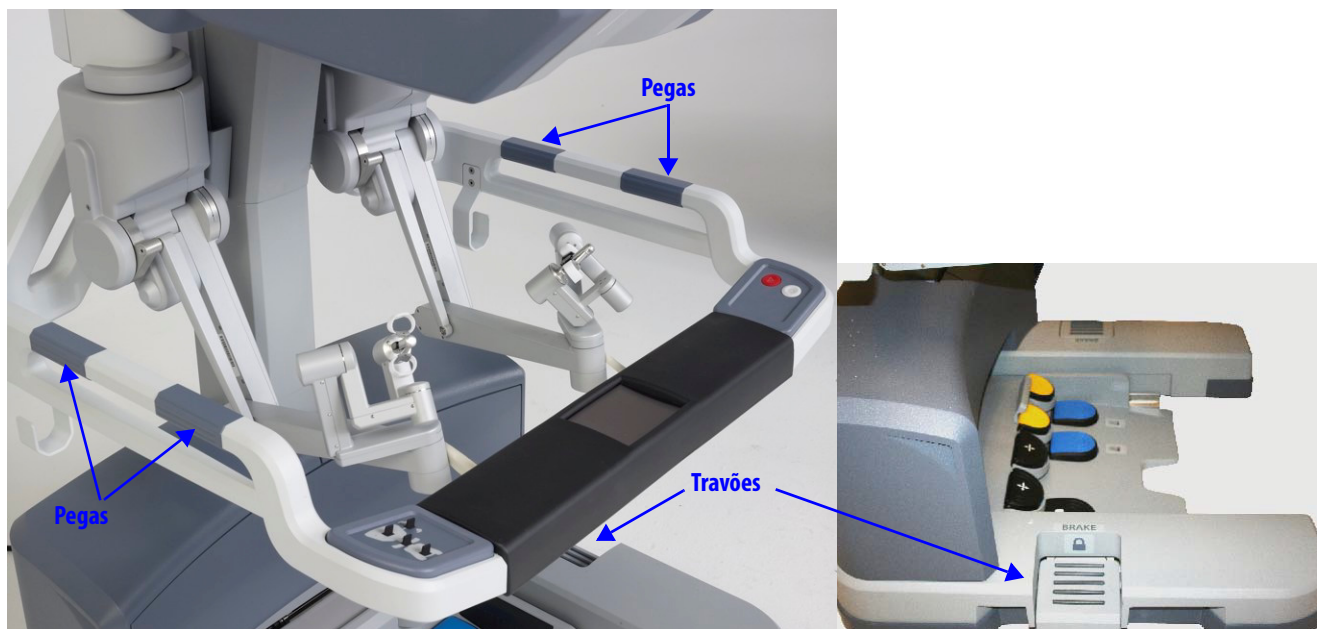

Figura 3.3 Pegas e travões da Consola do Cirurgião
A Consola do Cirurgião é colocada no exterior do campo esterilizado. Utilize as pegas situadas em qualquer um dos lados da Consola do Cirurgião (Figura 3.3) para fins de movimento ou posicionamento. As etiquetas dizem “EMPURRAR” perto das pegas para empurrar ambos os lados.
- Os travões (indicados pela etiqueta “TRAVÃO”) encontram-se localizados de cada lado da base da Consola do Cirurgião (Figura 3.3). A Consola do Cirurgião deve ser trancada depois de ser posicionada para fins de cirurgia. Prima o pedal do travão para aplicar esse travão; o símbolo de bloqueio acende-se quando premir o pedal, indicando que o travão está aplicado. Só tem de activar um travão para baixar o painel do pedal. Aplicar ambos os travões quando possível para uma melhor estabilidade. Prima o travão premido para o libertar. Ambos os travões devem ser libertados para subir o painel do pedal e activar o transporte da Consola do Cirurgião.